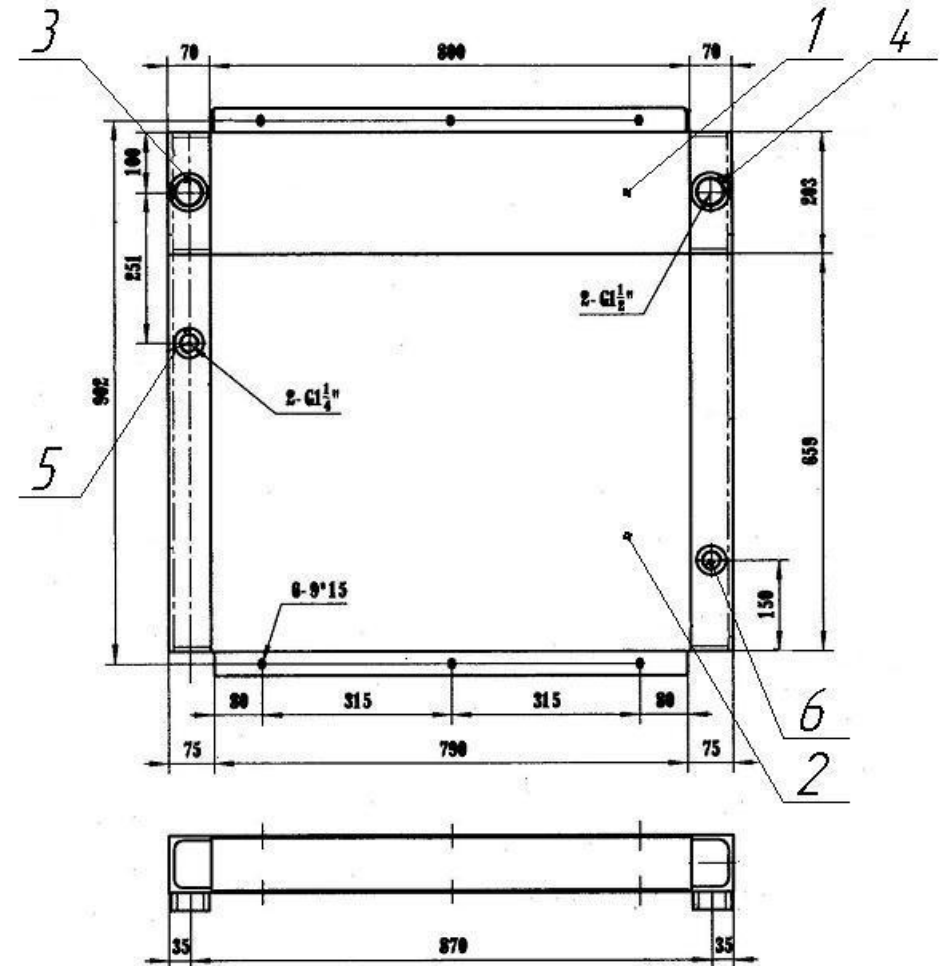

Рисунок 6. Охладитель.
4.1.4. Охладитель (рис. 6) – из алюминиевого сплава, пластинчатого типа, двухсекционный, служит для охлаждения воздуха и масла.